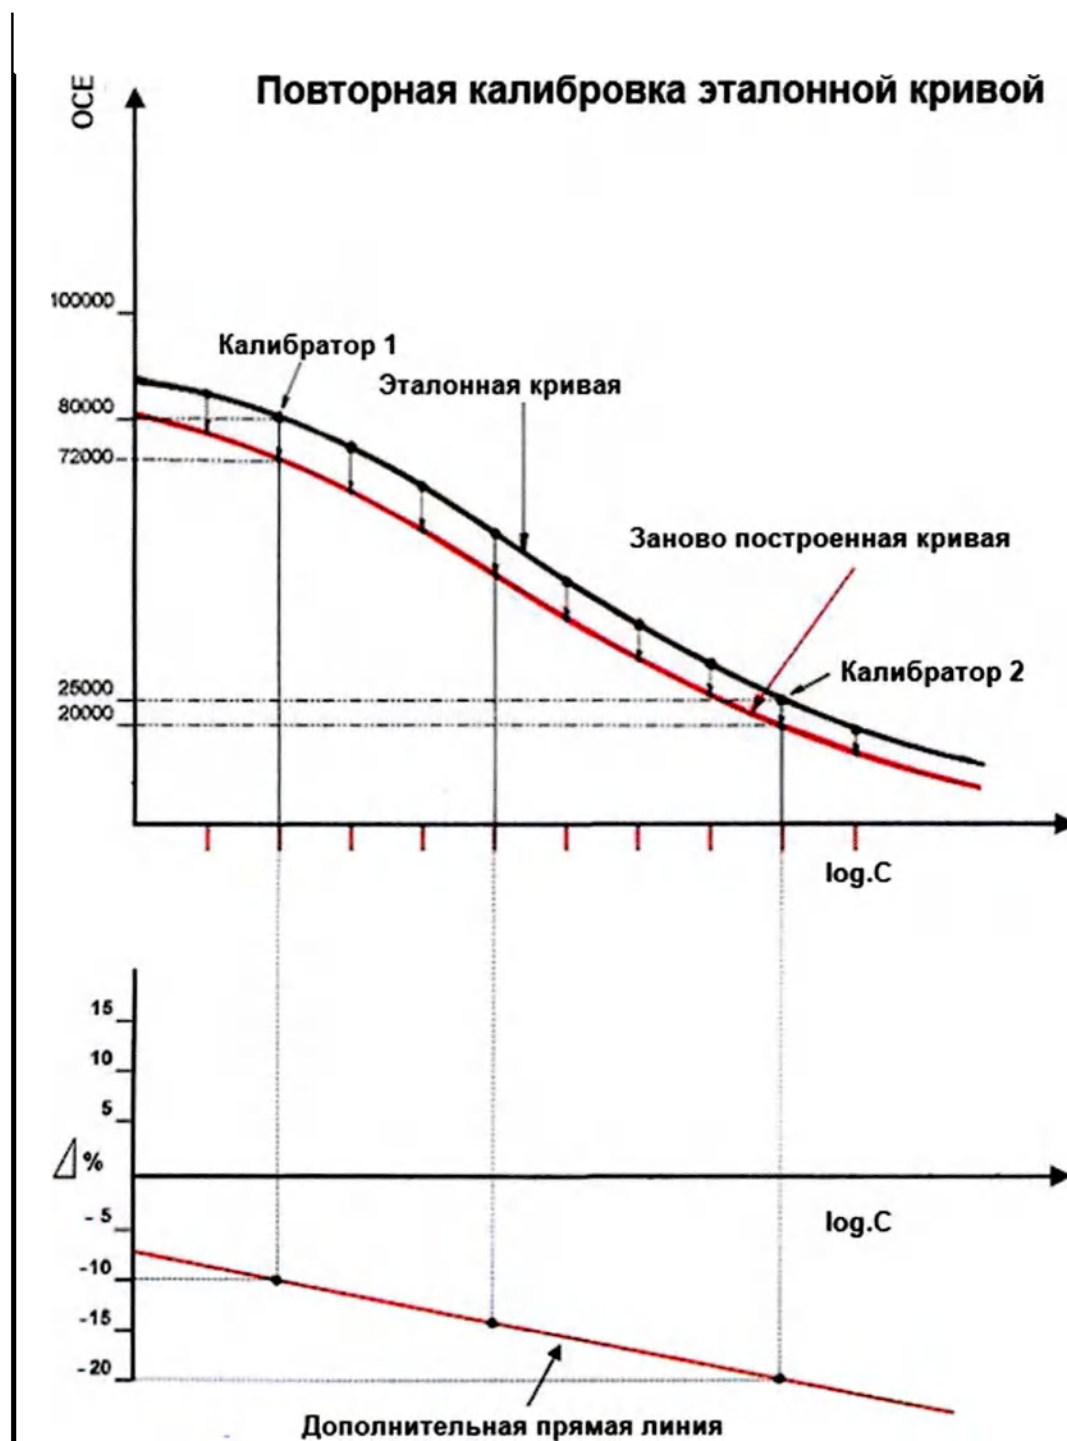

Рис. 1.3-1. Принцип калибровки
- Пересчитанная кривая используется в качестве действительной рабочей кривой (см. рис. 1.3-1. «Принцип калибровки»).